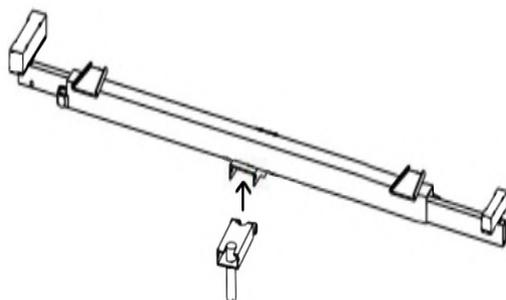

Bild 23
- Fäst monteringsfästet på vaggan enligt bild 23.